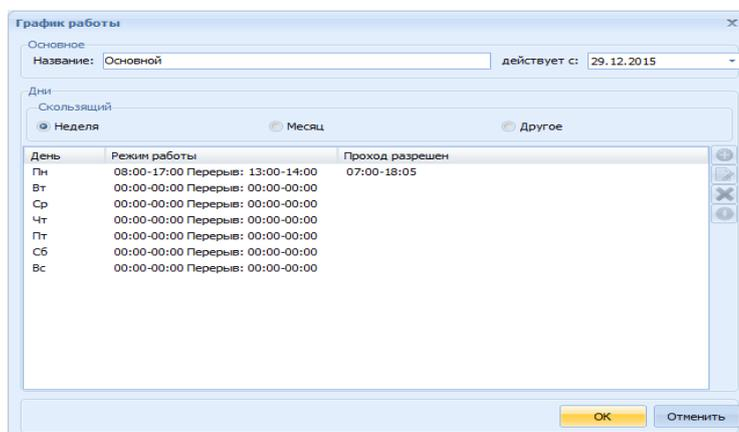

Рисунок 23.35 Окно Добавления графика работы
- 3) В открывшемся окне «График работы» заполнить предложенные поля (Рисунок 23.35):